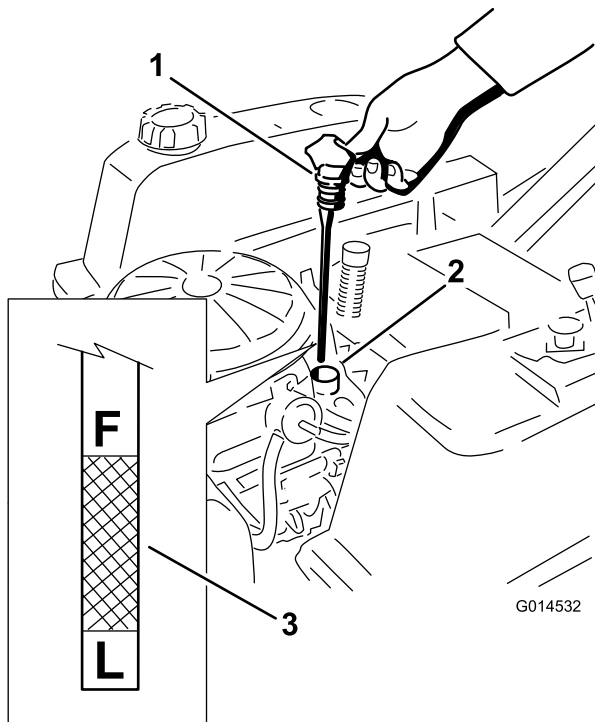
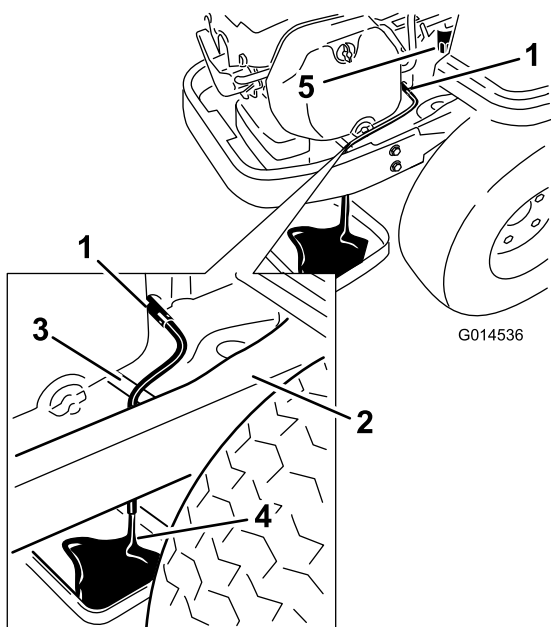

Figure 29
Figure 31
4. Enlevez le bouchon de remplissage/la jauge de niveau d'huile et essuyez-la sur un chiffon. Remettez la jauge en place en l'enfonçant au maximum (Figure 29).
5. Sortez de nouveau la jauge et vérifiez le niveau d'huile. (Figure 29).
- Placez un bac de vidange sous la machine, juste sous le flexible de vidange, comme illustré à la Figure 31.
- Tournez le robinet de vidange d'huile de 1/4 de tour dans le sens antihoraire pour l'ouvrir et permettre à l'huile de s'écouler (Figure 31). Enlevez le bouchon de remplissage/la jauge (Figure 29).
- Enlevez le filtre usagé et essuyez le socle de montage (Figure 31).
- Fermez le robinet quand la vidange d'huile est terminée. Enlevez le flexible de vidange et essuyez les coulées d'huile sur le châssis (Figure 31).
- Versez avec précaution environ 80% de la quantité d'huile spécifiée dans le goulot de remplissage (Figure 29)
- Remettez fermement en place le bouchon de remplissage/la jauge d'huile (Figure 29).
- Vérifiez le niveau d'huile (Figure 29) (voir Contrôle du niveau d'huile).